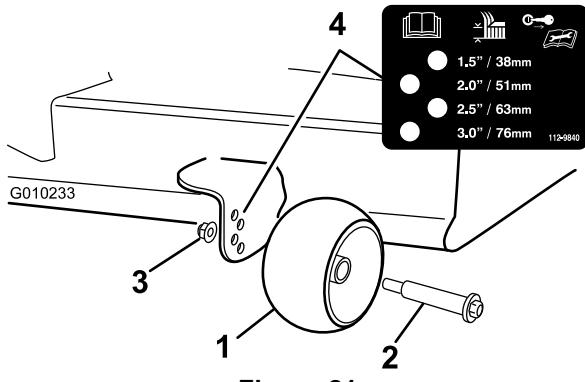

Figura 21
3. Regolate i fori antistrappo (Figura 21) per adattarli alla posizione di altezza di taglio più vicina.